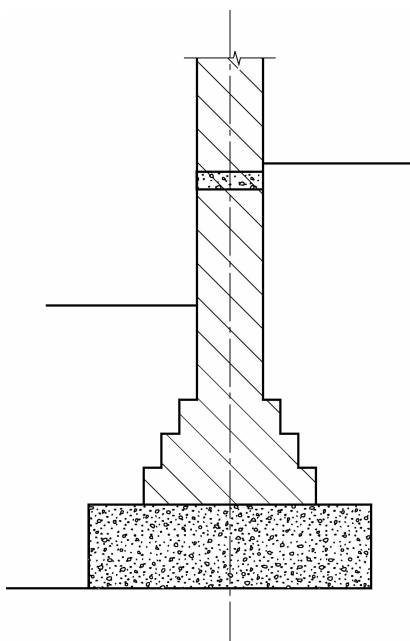

图 2-52 填充效果
(5) 新建“图案填充”图层或在“细实线”图层中填充图例，分别选用两种图案填充。此时比例的设置非常重要，设置得大会看不到填充效果，设置得过小效果也不好，因此应反复试验，直到合适为止。此处使用的填充图案分别为 ANSI31 和 AR-CONC，填充角度分别为 15° 和 10° ，填充比例分别为 20 和 0.5，填充效果如图 2-52 所示。